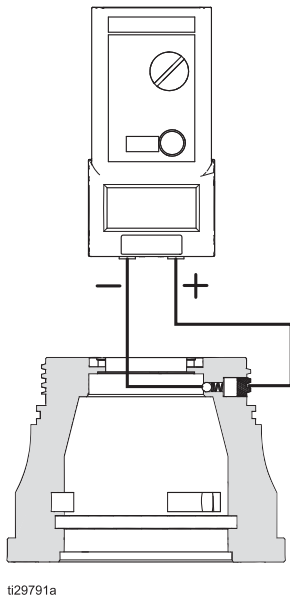

ABB. 18 Widerstand des Vordergehäuses
3. Ist der Widerstand $< 0,1$ Megaohm, wieder zusammenbauen und den kompletten Applikator erneut testen. Sich vergewissern, dass die Federkontakte sauber sind und mit der Passfläche Kontakt haben. Siehe ABB. 18.